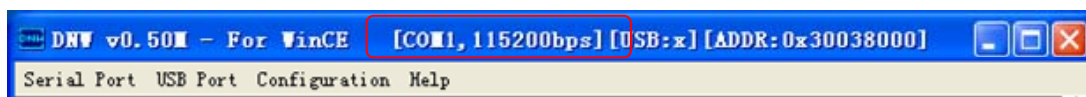

图4.4 打开串口
2. 选择菜单 Serial Port ->Connect，如果打开串口成功，这时候 DNW 的会显示连接串口和波特率，如图 4.4 所示。如果不能正常打开，检查是否有其他程序占用该串口，或者串口号是否存在。